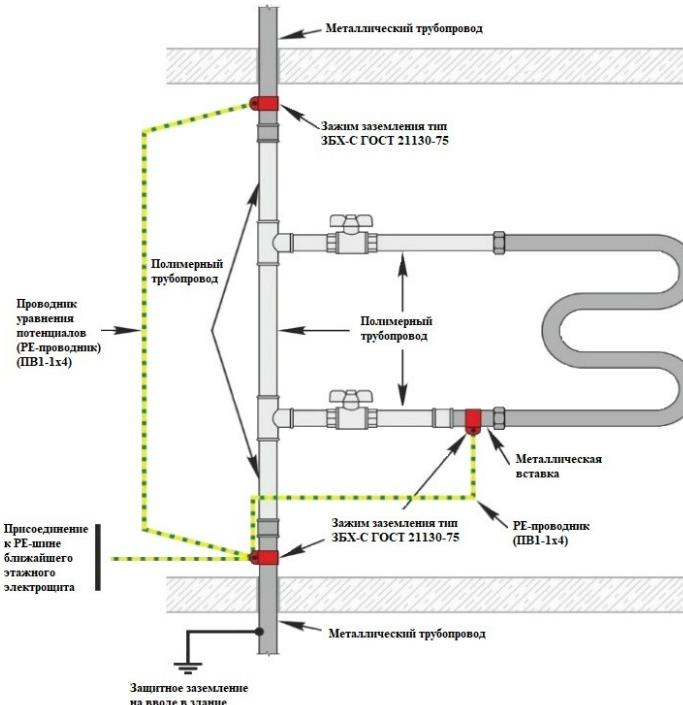

Рис. 5.
3. Если стояк комбинированный, требуется установка металлической вставки (например, бочонок или ниппель соответствующего диаметра) между шаровым краном и непосредственным присоединением полотенцесушителя. На вставку установить зажим заземления медным проводом сечением 4 mm^2 соединиться со стояком водоснабжения. Далее таким же проводом соединить между собой разорванные части металлического стояка. Затем от стояка проложить провод к РЕ-шине ближайшего электрощита (Рис. 5).